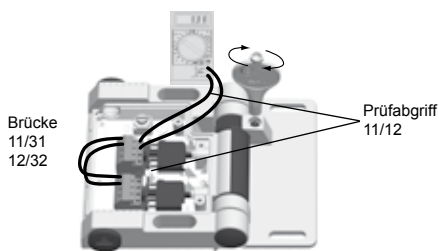

Abb. 5
3. Beide Öffnerkontakte parallel schalten, Klemme 11 mit 31 und Klemme 12 mit 32 verbinden. (Abb. 5)
4. Durchgangsprüfer an die Klemmen 11/12 der Öffnerkontakte anschließen oder die Prüfabgriffe an den Klemmen nutzen (Abb. 5)